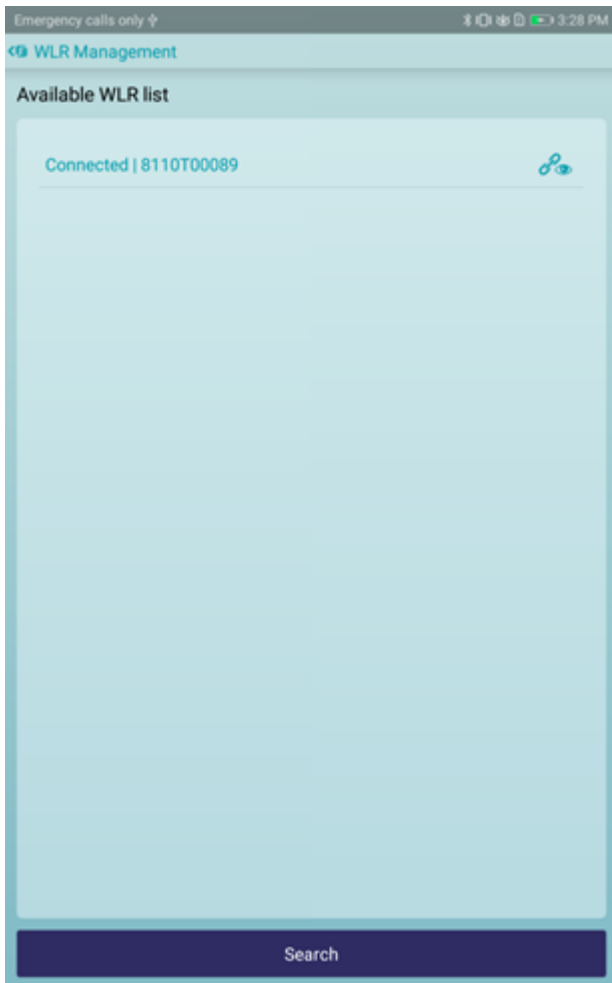

FIGURA 13: Lista WLR disponible (emparejado y
5. Vuelva a ingresar a la interfaz de administración de WLR para verificar el estado de la conexión del WLR a través de los íconos que se muestran en la "Lista de WLR disponibles" (Figura 13).